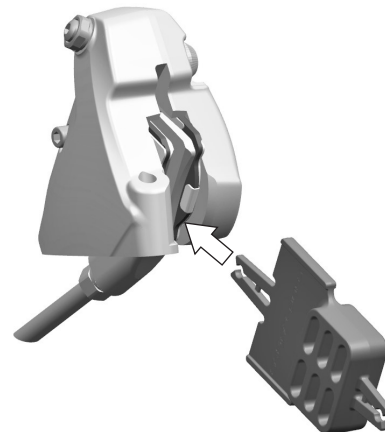
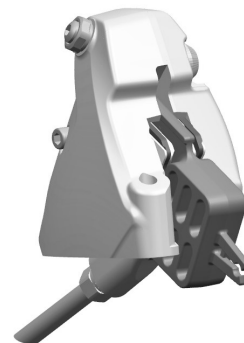

Fig.18
Fig.19
- Si tiene que desmontar las ruedas de la bicicleta, asegúrese de introducir la herramienta para el transporte (Fig. 18 / Fig. 19) que impide, en caso de accionamiento accidental de las manetas de freno, el acercamiento de las pastillas del freno y, por tanto, introducir el disco.